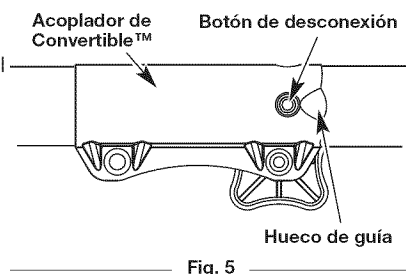

Fig. 5
**NOTA:** La alineación del botón de desconexión con el hueco de guía facilitará la instalación (Fig. 5).
- Opima y sostenga el botón de desconexión (Fig. 5).